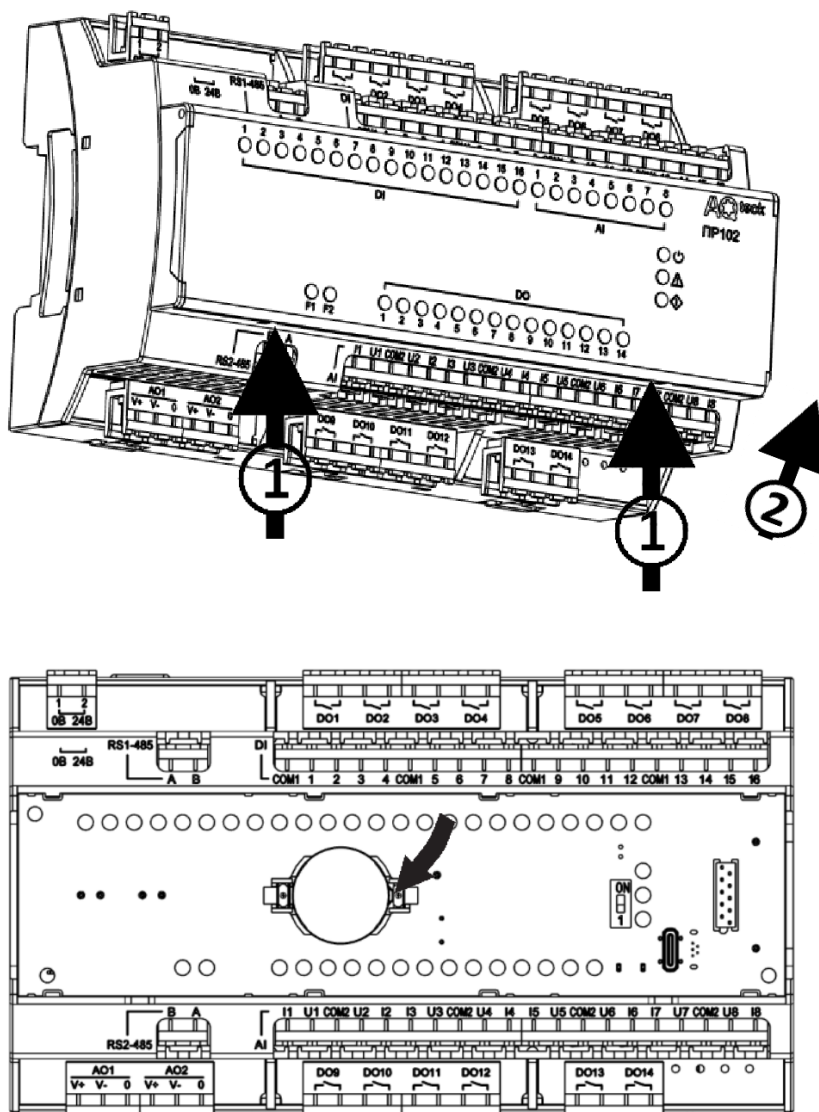

Рисунок 8.1 – Заміна батарейки
1. Підчепивши за рифлену зону (див. рисунок 8.1, стрілка 1), відкрити кришку на лицьовій панелі пристрою (стрілка 2).